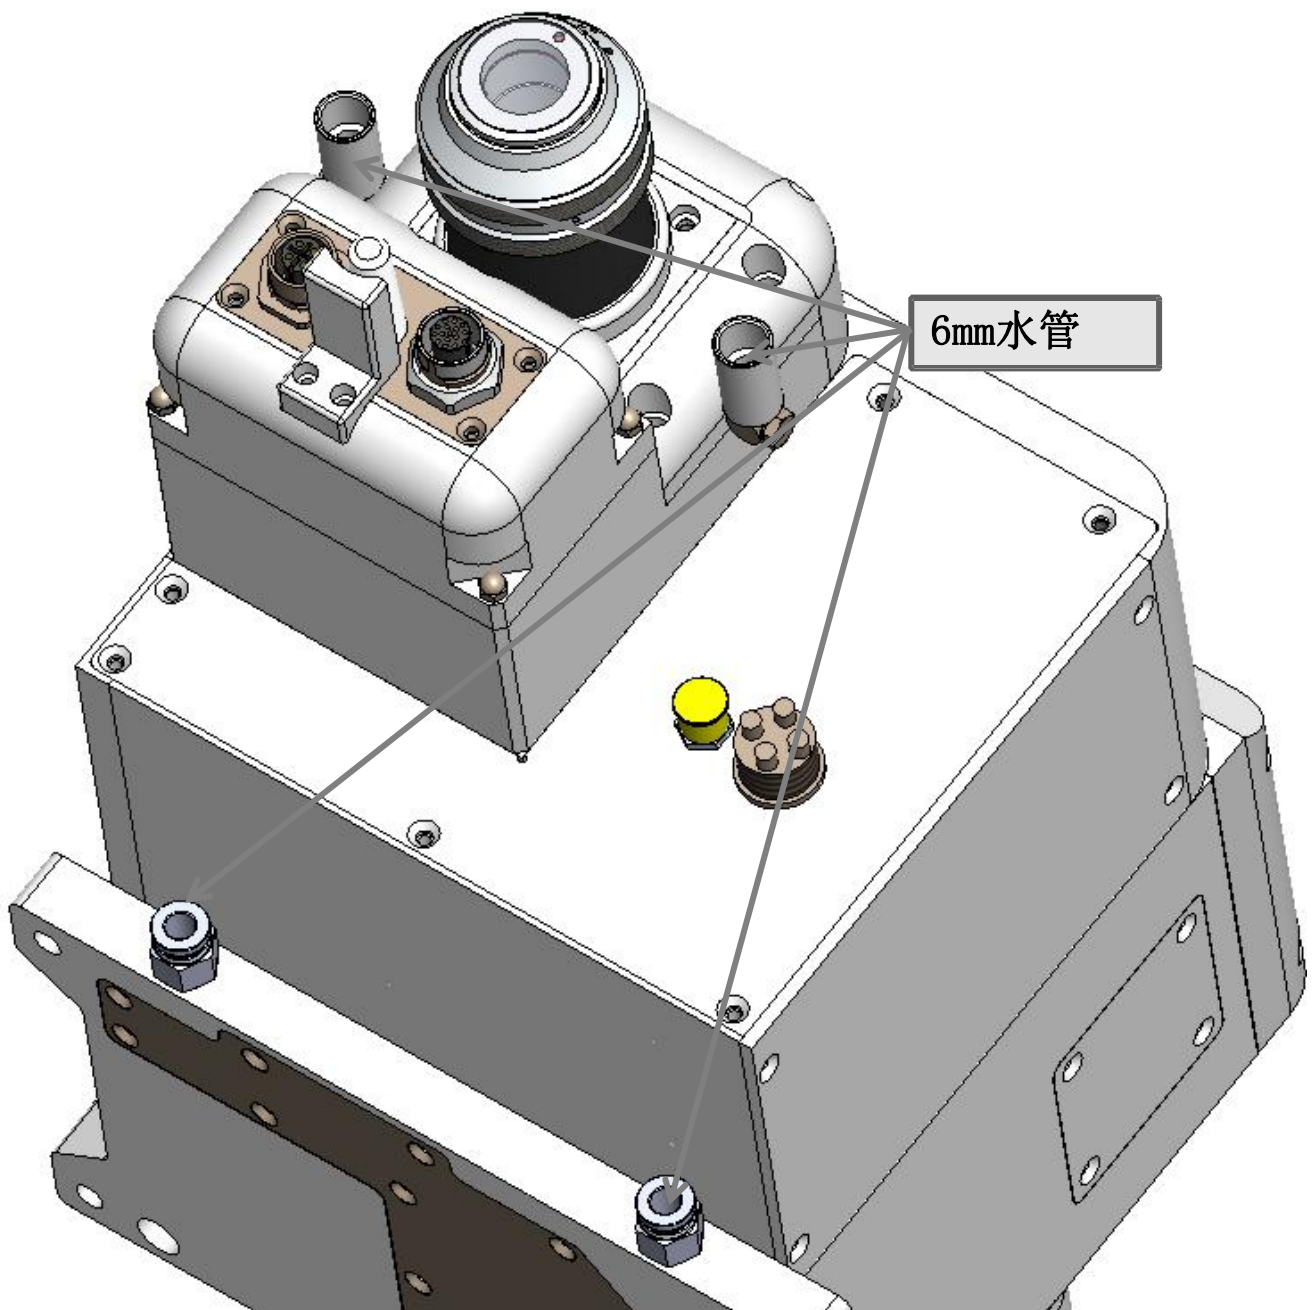

图1.4
① 用于QBH及切割头冷却，1进1出冷却管路，如下图1.4所示：